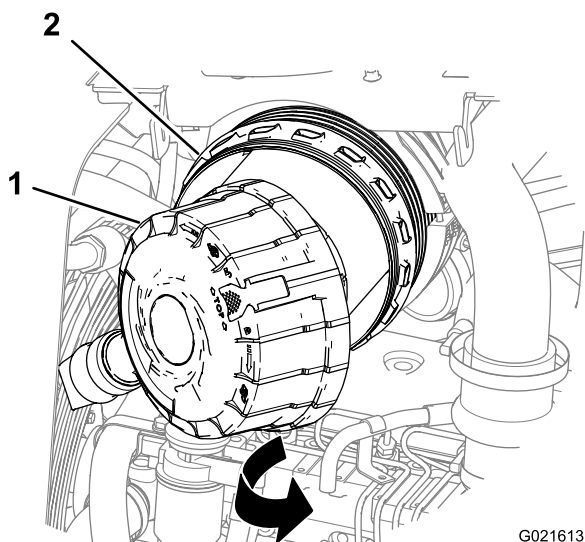

Figura 50
4. Puxe e retire a tampa do corpo do filtro de ar (Figura 50).
2. Alinhe a tampa do filtro de ar com o corpo (Figura 50).
3. Com um pano limpo e úmido, limpe o interior do corpo do filtro (Figura 50).
3. Limpe o interior do corpo do filtro com um pano limpo e úmido (Figura 50).